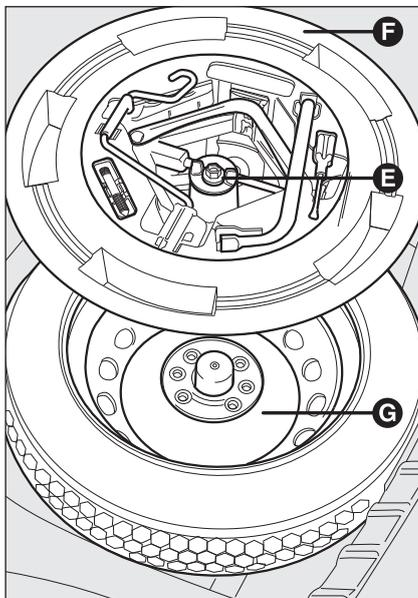

fig. 3
- desenrosque el dispositivo de bloqueo **E-fig. 3**;
- Por el contrario, en las versiones dotadas de una rueda de repuesto debe aflojar el dispositivo de fijación **E-fig. 3**, retirar la caja de herramientas **F**, colocarla cerca de la rueda que se debe cambiar y luego retirar la rueda de repuesto **G**.